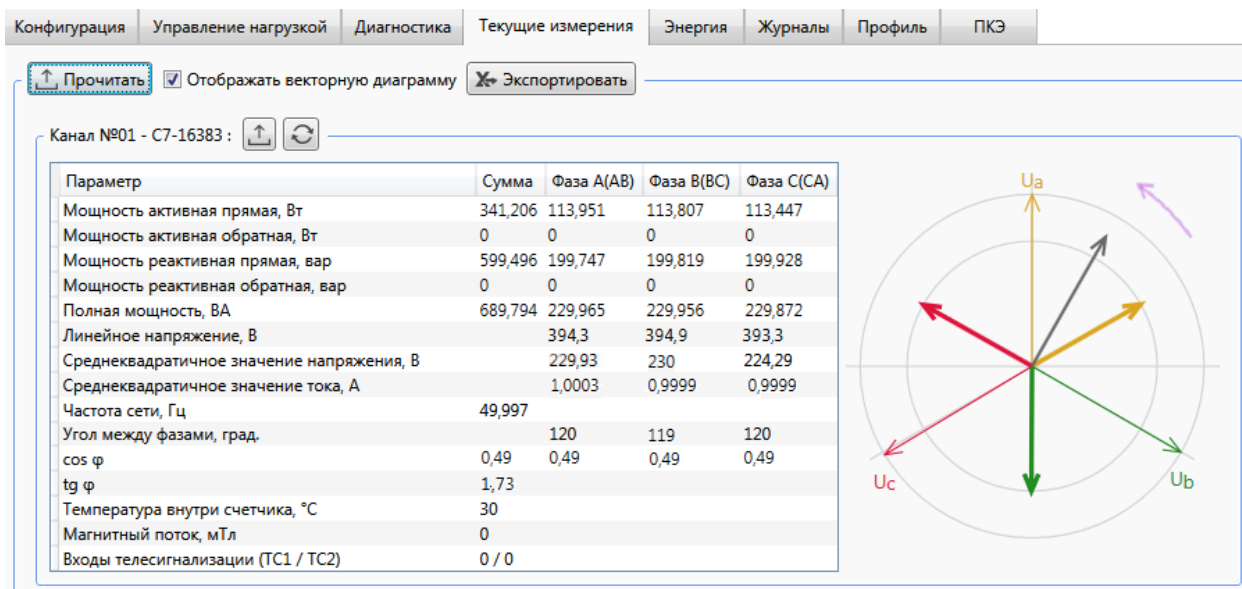

Рисунок 9.38– Просмотр данных текущих измерений
9.7.2.1 Для просмотра данных текущих измерений необходимо перейти на вкладку *Текущие измерения* окна параметров программы КОНФИГУРАТОР ПРИБОРОВ УЧЕТА (далее в подразделе 9.7 – программа КОНФИГУРАТОР) и нажать кнопку *Прочитать* (рисунок 9.38).